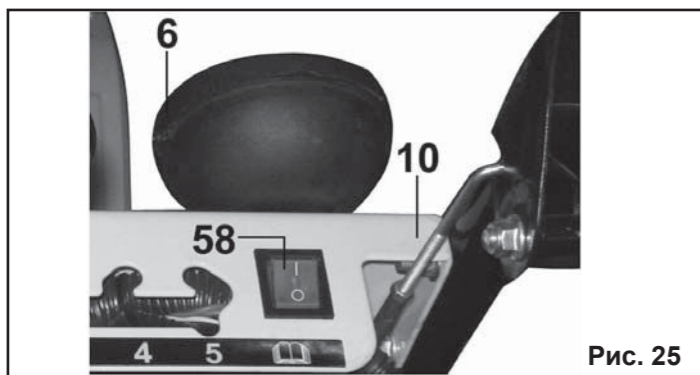

Рис. 25
8.8. Использование фары (Рис.25).